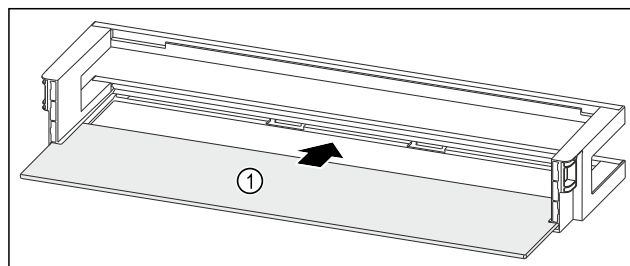

Fig. 95 Polica u vratima s policom za odlaganje
- Policu za odlaganje Fig. 95 (1) gurnite u bočne otvore.